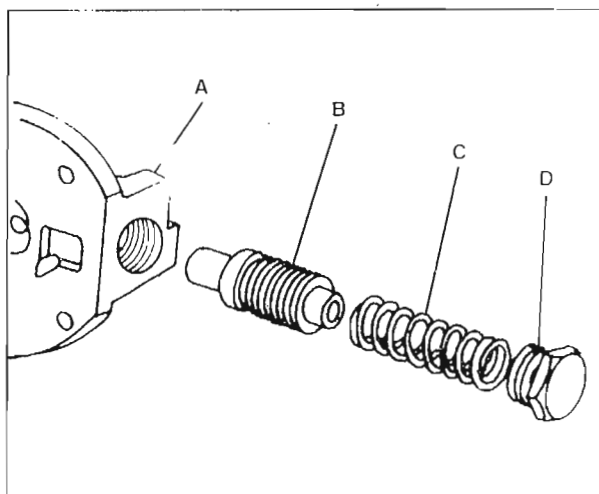

Fig. 68.
- Introduzca el muelle (C) y la válvula (B) en la tapa (A) asegurándose de la secuencia y de la dirección de la inserción. Instale nuevas juntas tóricas ligeramente engrasadas en el adaptador de salida (D) y atornillelo en el orificio de salida. Apriételo a un par de 16,3 a 21,7 Nm. Fig. 68.